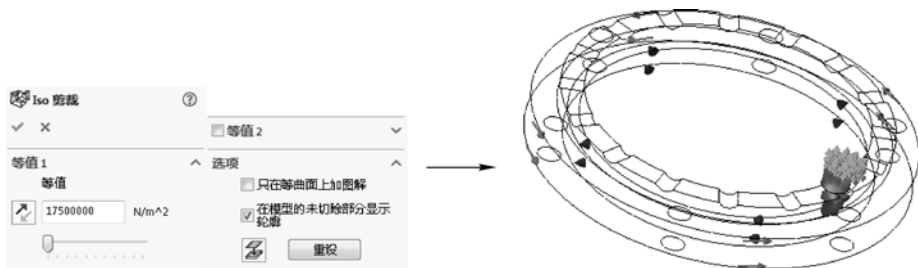

图 10-59 设置 ISO 剪裁操作和操作效果
STEP 12 在图 10-59 左图所示的“截面”属性管理器中单击“剪裁”开/关按钮，关闭截面剪裁效果，然后右键单击“应力 1”项，在弹出的快捷菜单中选择“ISO 剪裁”菜单选项，设置剪裁等值为“17500000”，查看剪裁效果，如图 10-59 右图所示。